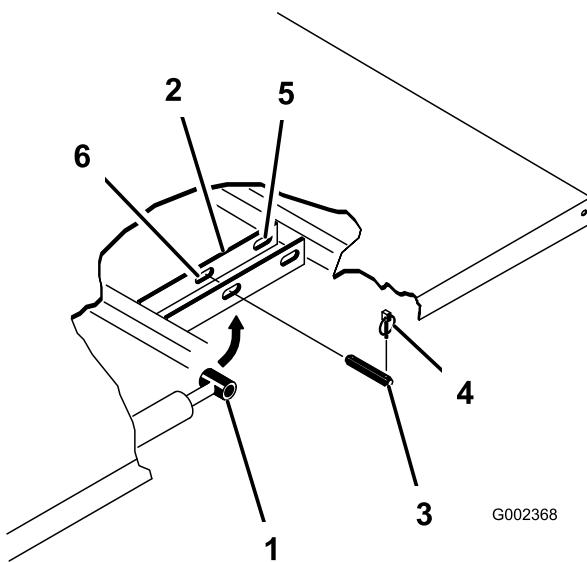

Figura 3
4. Retire las chavetas de los extremos exteriores de los pasadores de las varillas de los cilindros (Figura 3).
- Retire los pasadores que fijan los extremos de las varillas de los cilindros a las chapas de montaje de la plataforma empujando los pasadores hacia dentro (Figura 3).